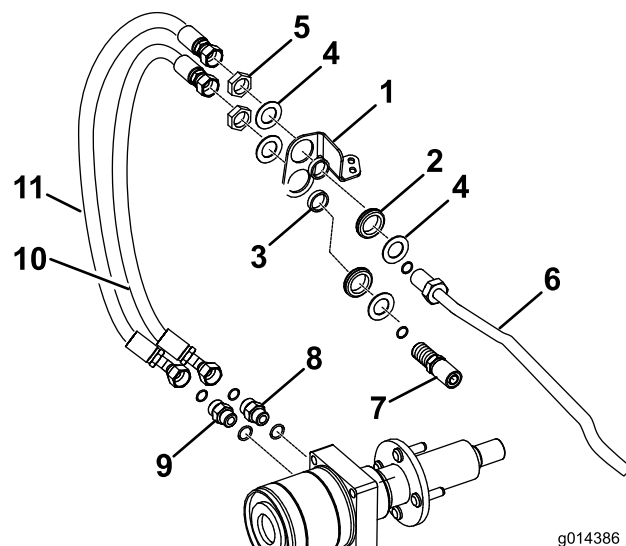
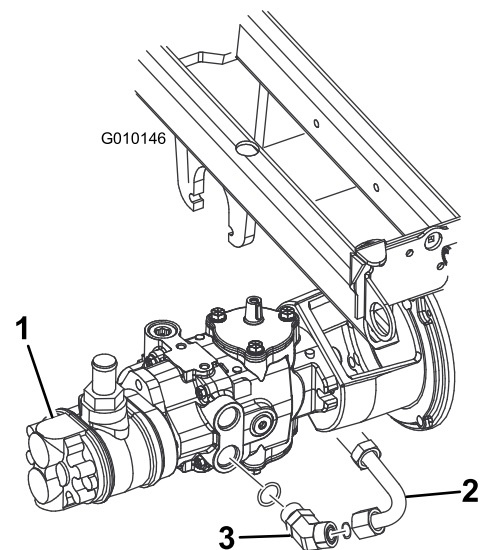

Figure 6
Figure 9
8. Posez les bagues et entretoises sur le support de tablier, comme illustré à la Figure 6.
9. Assemblez le support de tablier à la conduite hydraulique rigide avec les écrous et rondelles fournis dans le kit, comme illustré à la Figure 6.
11. Montez le support de tablier sur le cadre avec (2) vis autotaraudeuses à tête hexagonale.
12. Montez sans serrer le flexible de pompe muni de l'embout à 45 degrés sur le raccord de la pompe et le trou inférieur du support de tablier avec une rondelle et un écrou (Figure 6 & Figure 9).
13. Raccordez sans serrer le flexible hydraulique le plus long au flexible de pompe (tablier inférieur) et au raccord de moteur de roue supérieur (Figure 6).